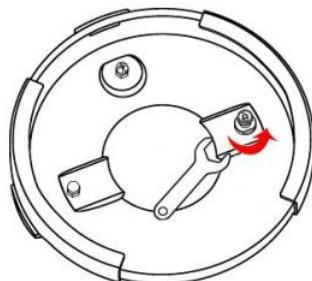
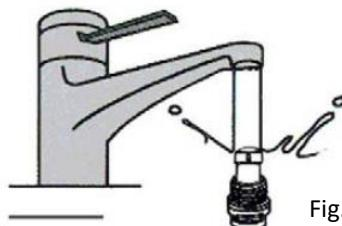

Fig.15
Fig.16
- ※ **Vanne anti-ouverture de sécurité :** Commuter la soupape de sécurité dans le sens inverse des aiguilles d'une montre avec une clé, puis la démonter (Fig. 15). Ensuite, lavez-le en le nettoyant comme Fig. 16.